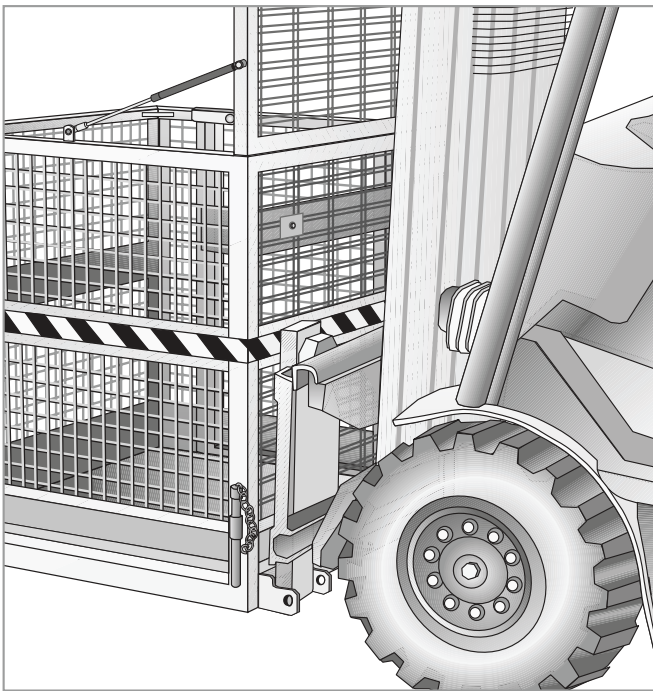

Bild 5.2.4
- Die Sicherheitsstange so einführen, dass die Gabel zwischen der Stange und dem Korb eingeschlossen ist (**Abb. 5.2.4**).